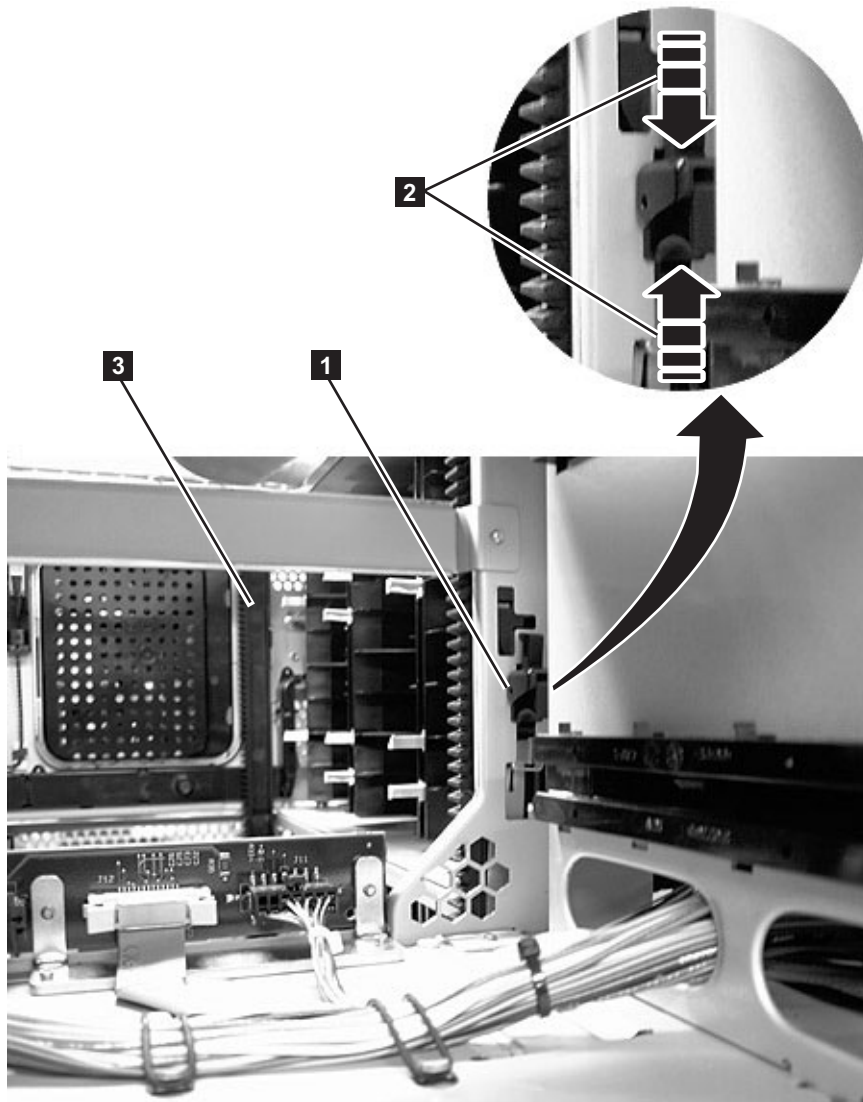

Abbildung 11-13. Zahnstangen
Damit der Greifarm sich in einem aus mehreren Einheiten bestehenden Kassettenarchiv von einer Einheit zur nächsten Einheit bewegen kann, müssen die vordere Zahnstange (**3** in Abb. 11-13 auf Seite 11-22) und die hintere Zahnstange (**1** in Abb. 11-13 auf Seite 11-22) im Steuermodul korrekt an den Zahnstangen in der Erweiterungseinheit ausgerichtet sein.
1. Drücken Sie den Sperrmechanismus (**1** in Abb. 11-13 auf Seite 11-22) der Zahnstange leicht nach oben und dann zusammen, um die Zahnstange im Steuermodul zu entsperren.
2. Halten Sie den Sperrmechanismus (**2** in Abb. 11-13 auf Seite 11-22) der Zahnstange zusammengedrückt, und drücken Sie die Zahnstange nach unten, bis sie an der Zahnstange in der Erweiterungseinheit ausgerichtet ist. Lassen Sie den Sperrmechanismus dann los.